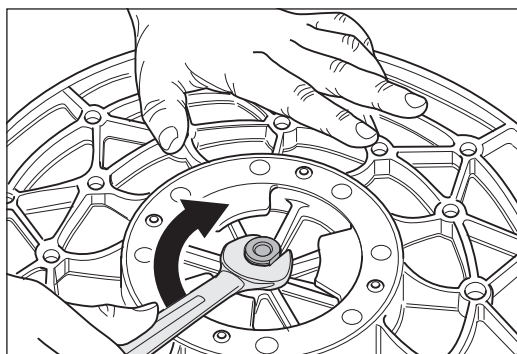

Abb. 45 Zum Entfernen den Zentrierdom **im Uhrzeigersinn** drehen (**Linksgewinde**)!
- 2 Drehen Sie den Zentrierdom mit einem Gabel- oder Ringschlüssel **im Uhrzeigersinn** aus dem Schleifteller (**Linksgewinde**; Abb. 45)!